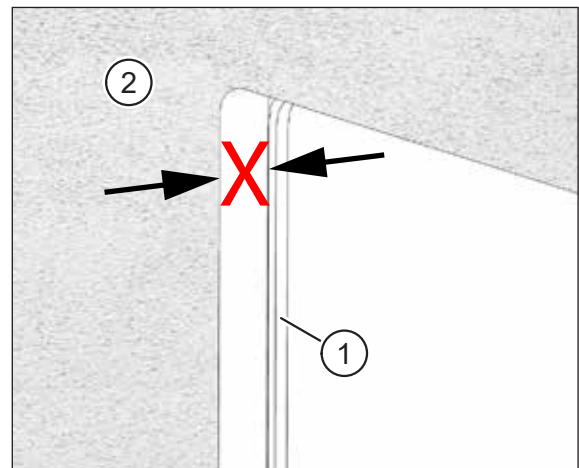

Abb. 26: Putz steht über Putzrahmen über
- Der Putz (Pos. 2 in Abb. 26) steht über den Putzrahmen (Pos. 1 in Abb. 26) über.